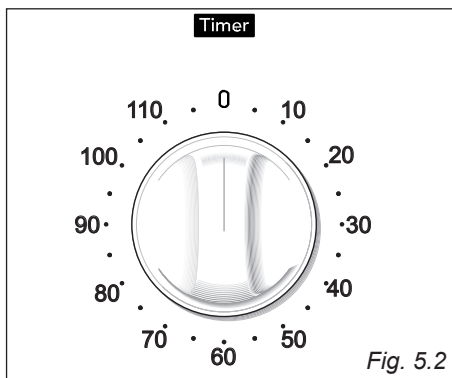

Fig. 5.2
**MODELLI CON CONTAMINUTI MECCANICO 120'** (fig. 5.2)